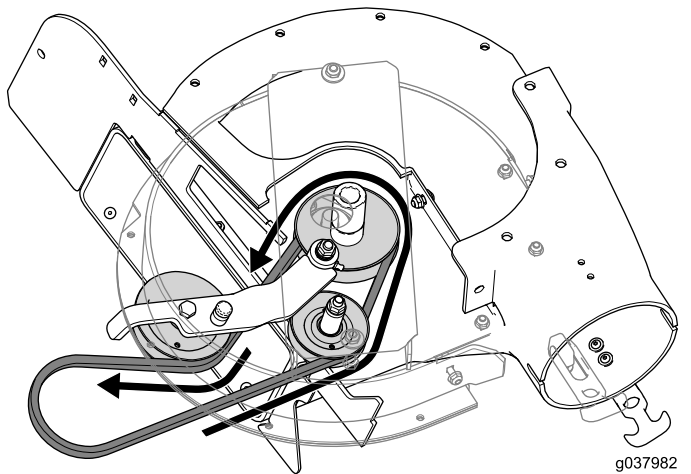

Figure 37
3. Chaussez la courroie sur les poulies dans le ventilateur (Figure 37).
4. Serrez ou reposez la goupille de guidage (Figure 37).